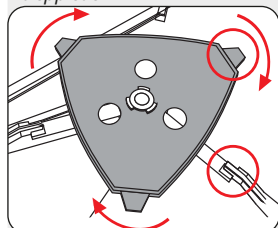

Fig. 6: Applicare il vassoio porta-accessori
3. Posizionare il vassoio porta-accessori (14) sul punto di alloggiamento centrale (9) (Fig. 6). Ruotare il vassoio porta-accessori in senso orario finché le sue linguette di bloccaggio (11 a) non si agganciano sotto le scanalature di fissaggio (10) delle traverse (4 a).
4. Premere il supporto per pacco batterie (12) con le ganasce di serraggio (12 a) su una delle parti superiori delle gambe del treppiede (3) (senza fig.).